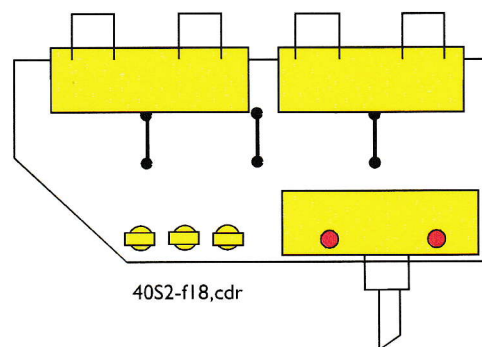

Abbildung 18
2. Mit drei Stücken etwa 2 cm blankem Schaltdraht werden nun die Drahtbrücken hergestellt und nach dem Einlöten auf die richtige Länge gekürzt (s. Abbildung 18)